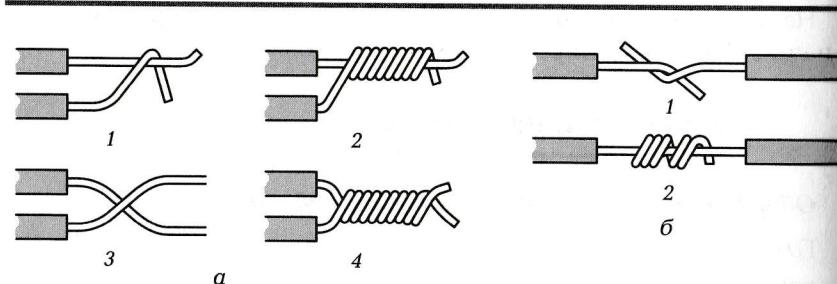
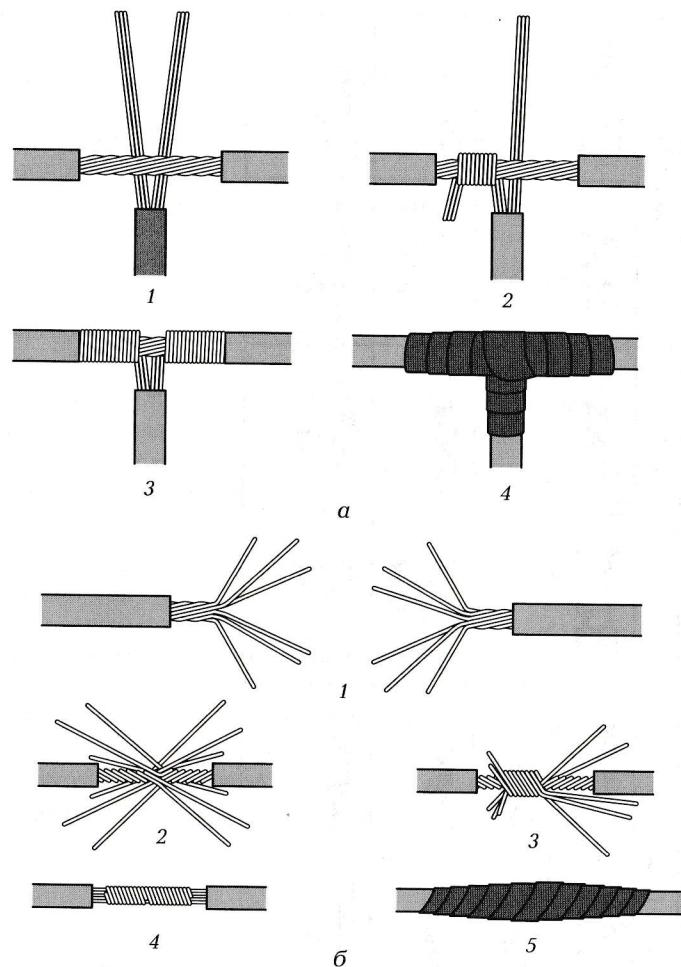

Рис. 1.6. Технология скрутки однопроволочных жил:
Рис. 1.7. Технология скрутки многопроволочных проводов:
На рис. 1.6 показана технология скрутки однопроволочных, а на рис. 1.7 — многопроволочных проводов.
4. Выполните операцию скрутки в соответствии с рис. 1.6, а, б.
4. Скрутите провода по часовой стрелке в направлении заводской навивки способом, показанным на рис. 1.7, а.
5. Соедините провода скруткой их встык, как показано на рис. 1.7, б.